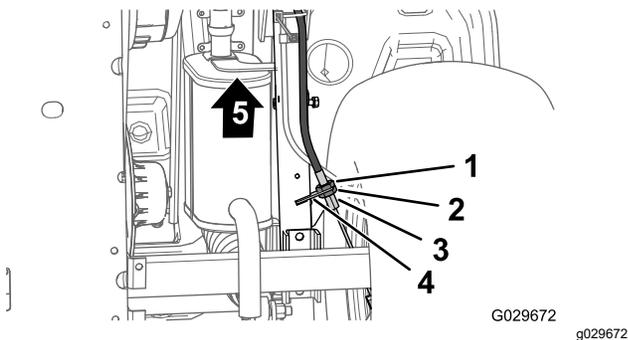

Bild 53
- B. Ziehen Sie die hintere Klemmmutter an (Bild 53).
3. Lockern Sie an der Unterseite der Maschine die hintere Klemmmutter für den Gewindeeinsteller des Feststellbremszugs um vier Umdrehungen (Bild 53).
- A. Lockern Sie die hintere Klemmmutter (Bild 53) für den Gewindeeinsteller des Feststellbremszugs um eine Umdrehung.
- B. Ziehen Sie die vordere Klemmmutter an (Bild 53).
4. Ziehen Sie die vordere Klemmmutter an (Bild 53).
- A. Lockern Sie die vordere Klemmmutter (Bild 53) für den Gewindeeinsteller des Feststellbremszugs um eine Umdrehung.